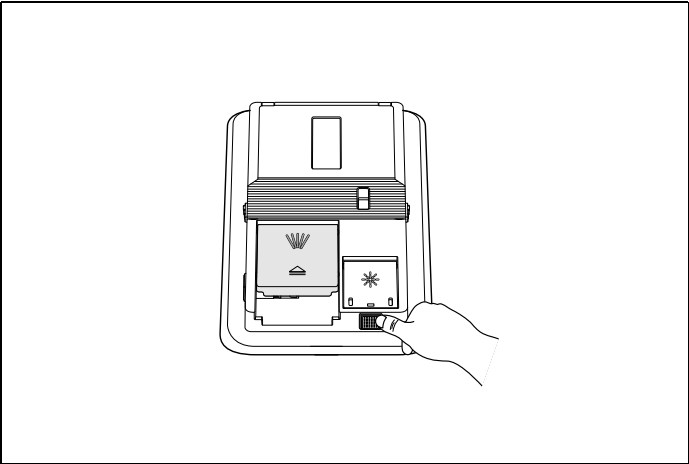

Fig. 71
- 1) Tryk på knappen som vist for at fylde rummet med afspændingsmiddel Fig. 71 .